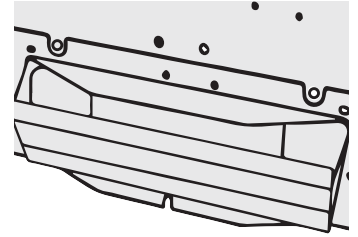

Figure 9
- À l'aide des vis fournies, fixez la ventilation/amortisseur rectangulaire sur le dessus ou à l'arrière de la hotte. (Voir figure 9)